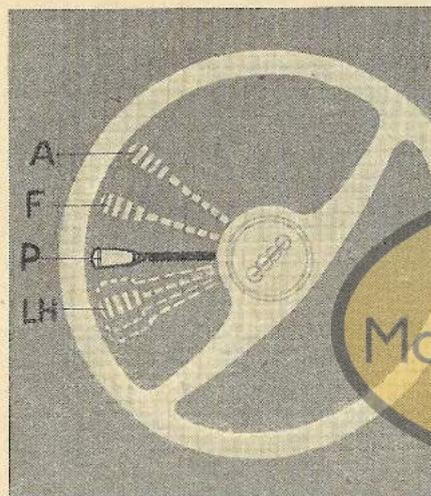

Abb. 7: Der Abblendschalter
muß herausgezogen werden, um die Beleuchtung einzuschalten. Es brennen zunächst in Stellung „P“ (Abb. 7) des Abblendschalters nur das Standlicht, die Kennzeichenbeleuchtung und die beiden roten Rücklichter. Die Scheinwerfer lassen sich dann mit dem Abblendschalthebel 21 (21) in Betrieb nehmen.
an der Lenksäule ist ein Mehrzweckschalter, mit dem Sie nach Herausziehen des Lichthaupt Schalters 1 (1) die Scheinwerfer einschalten und abblenden können. Die 4 Schaltstellungen dieses Schalterhebels sind in der Abb. 7 näher bezeichnet. **A** = Abblendlicht, **F** = Fernlicht, **P** = Parklicht und **LH** = Lichtlupe. Beim Schalten von der Stellung Fernlicht in die Stellung Parklicht ist ein spürbarer Widerstand zu überwinden.